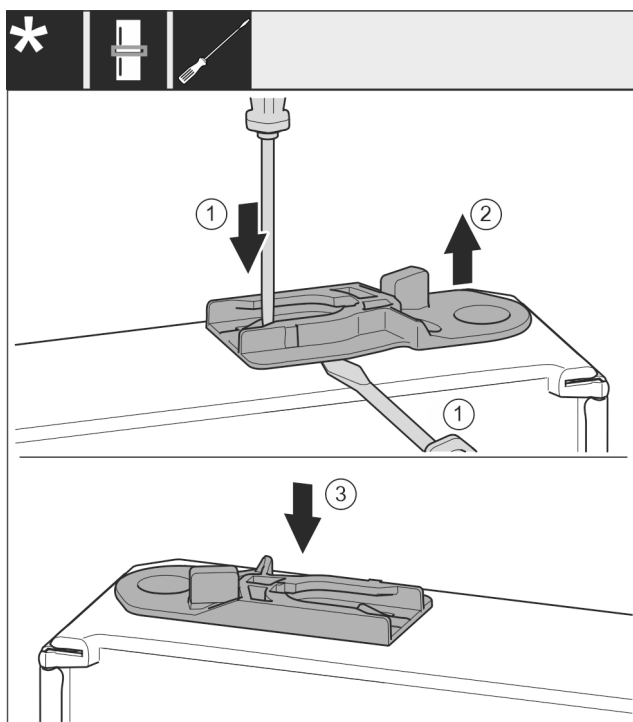

Fig. 38
- ▶ Извлеките направляющее гнездо: Нажмите на накладку шлицевой отверткой и одновременно переместите ее при помощи шлицевой отвертки под направляющее гнездо. *Fig. 38 (1, 2)*
- ▶ Входящее в комплект поставки направляющее гнездо вставьте на другой стороне корпуса. *Fig. 38 (3)*